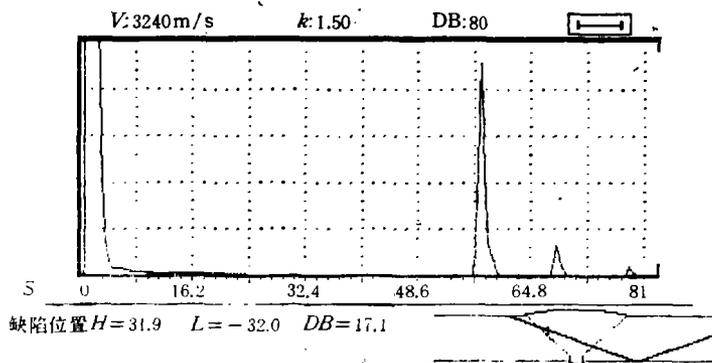

图 2 焊缝缺陷显示剖面图
**4. 后处理:** 本机具有缺陷分析, 波形比较, 波形回放、录音和录音回放, 打印输出等功能。在缺陷分析功能中, 为焊缝探伤专门设置可以观察工件焊缝剖面图。以便直观地反映缺陷在焊缝中的部位。见图 2。在波形比较功能中, 能同时观察二个回波波形, 便于对缺陷回波信号的比较识别。有利于监测工件内缺陷的扩展。本机还具有外存储功能, 将数字录音机通过连接线插入仪器接口, 即可将波形和数据存入磁带中, 一盒磁带可存一百多幅波形, 本机可根据需要自动搜索在磁带中已有回波并在屏幕上显示出来。本机连接打印机可打印输出包括回波波形和参数的探伤结果。最后本机留有 RS-232 接